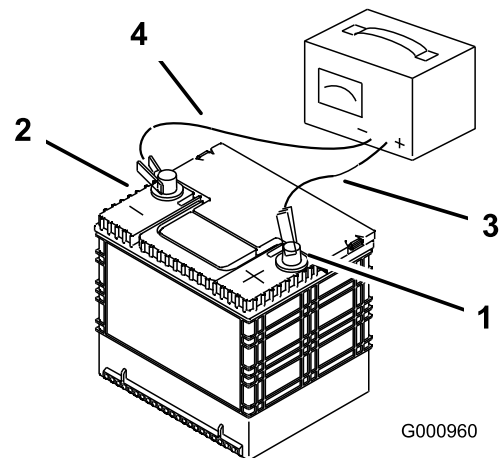

Figura 47
2. Quando le batterie sono completamente cariche, staccate il caricabatterie dalla presa elettrica e scollegate i cavi di ricarica dai poli delle batterie (Figura 47).